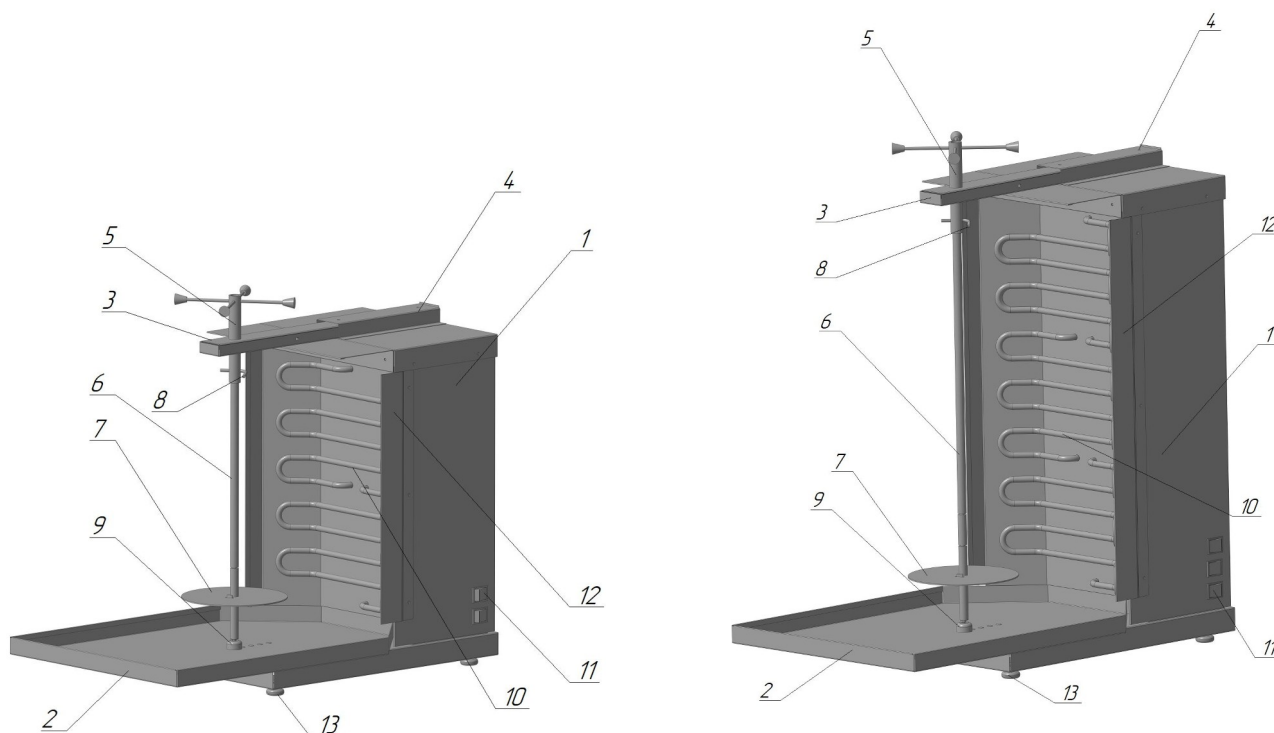

Рис.1 Общий вид шаурмы ШШЭ-2-М и ШШЭ-3М
Шаурма электрическая представляет собой конструкцию коробчатой формы. Впереди на корпусе (1) см. рис. 1 установлены 2 ТЭНа (ШШЭ-2-М) или 3 ТЭНа (ШШЭ-3-М) (10). С боков корпуса установлены бортики (12). Клавиши включения (11) расположены на правом боку корпуса.
Внизу на корпусе установлен герметичный поддон (2), для стекания жира и сбора отрезанных кусочков мяса. Изделие установлено на регулируемые опоры. Основные части Шаурмы электрической изображены на рис. 1.